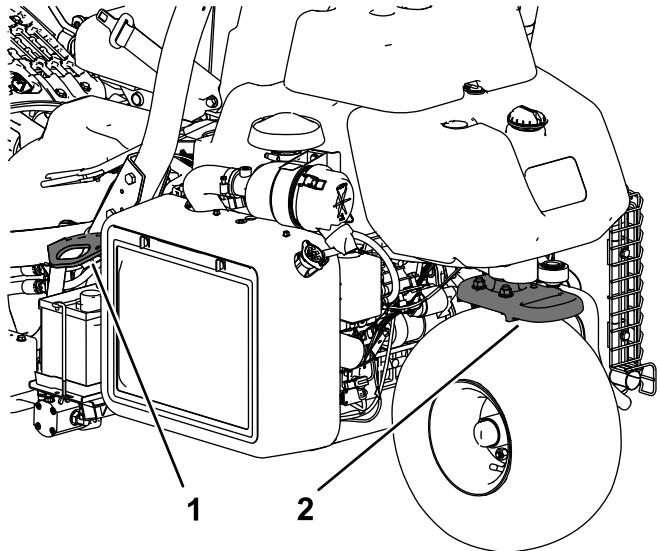

Figura 30
- Amarre la máquina firmemente con correas, cadenas, cables o cuerdas. Tanto la correa delantera como la trasera deben orientarse hacia abajo y hacia fuera respecto a la máquina (Figura 30).